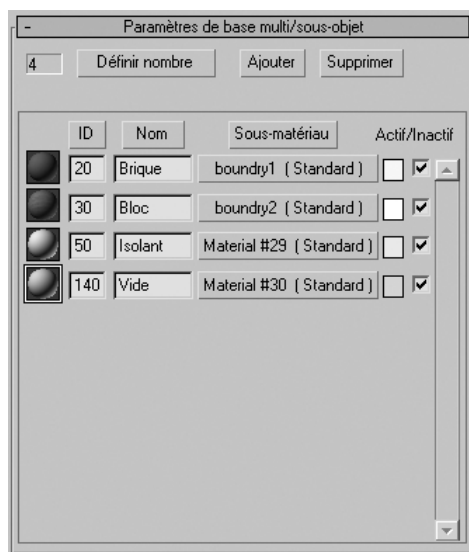

Fig.9.2
- ▶ Le matériau **Multi/sous-objet** utilise le niveau sous-objet pour affecter plusieurs matériaux   un seul objet, en fonction des valeurs d'ID des matériaux (fig.9.2).